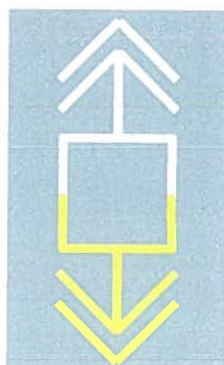

Fig. 7.28
- Lipsă tensiune pe un pol și prezența stării „legat la pământ” pe celălalt pol (fig. 7.28).